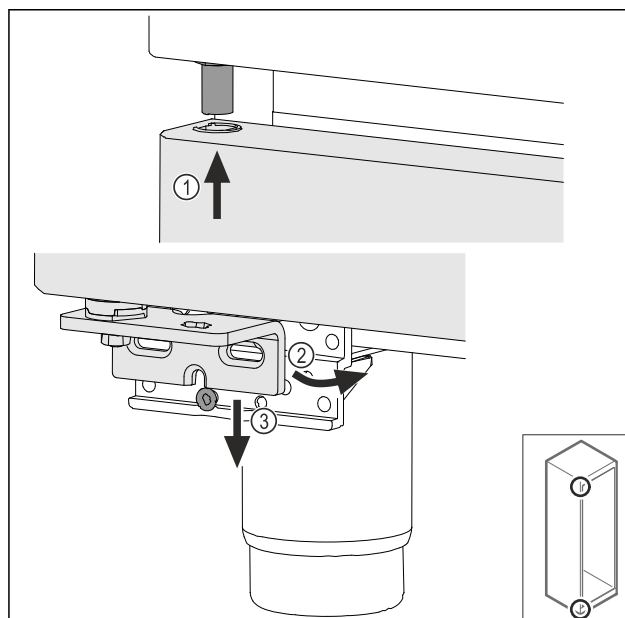

Fig. 47
- Inserire la porta leggermente inclinata in alto Fig. 47 (1), addezzare la porta Fig. 47 (2) e posizionarla in basso sulla vite del blocco di supporto Fig. 47 (3).